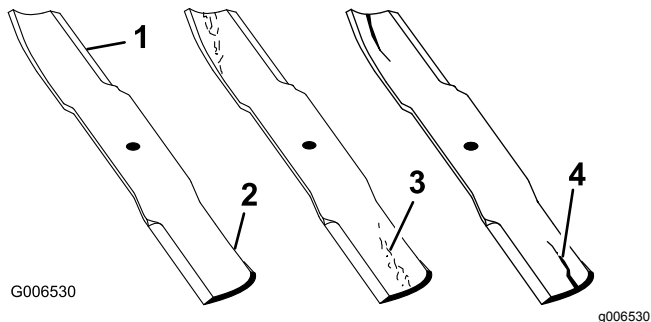

Figura 44
1. Inspeccione los filos de corte (Figura 44).
2. Inspeccione las cuchillas, especialmente la parte curva (Figura 44).
Nota: Si observa daños, desgaste o la formación de una ranura en esta zona (Figura 44, 3 y 4), instale inmediatamente una cuchilla nueva.